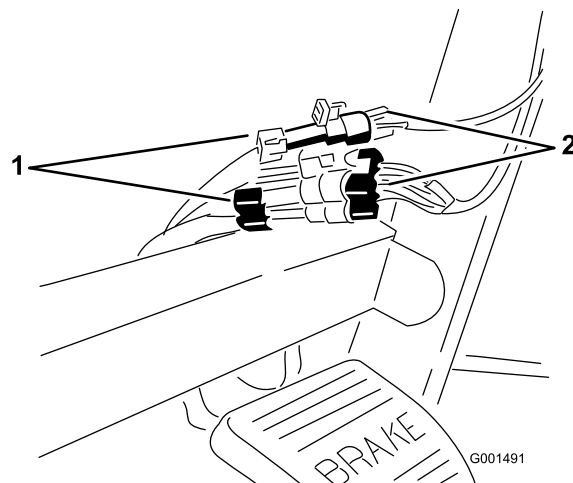

Figura 7
- Collegate i connettori di Spray Pro ai connettori situati sotto la piastra (Figura 7).